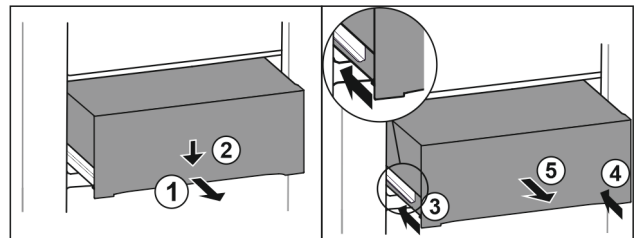

Fig. 125
- Изтеглете чекмеджето наполовина. Fig. 125 (1)
- Натиснете надолу чекмеджето от предната страна. Fig. 125 (2)
- Вкарайте лявата релса приблизително 2 cm навътре. Fig. 125 (3)
- Вкарайте дясната релса приблизително 2 cm навътре. Fig. 125 (4)
- Извадете чекмеджето напред. Fig. 125 (5)